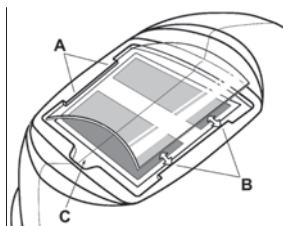

Figura 1
Reemplazo de la Cubierta Frontal: Reemplace el lente de la cubierta frontal si está dañado – cuarteado, sucio o perforado. Coloque su dedo o pulgar en el hueco (C) en el borde inferior del lente de cubierta y flexione el lente hacia arriba hasta soltarlo de los bordes marcados como A y B. (Consulte la figura 1). Utilice sólo los lentes de cubierta frontales de reemplazo especificados en este manual.